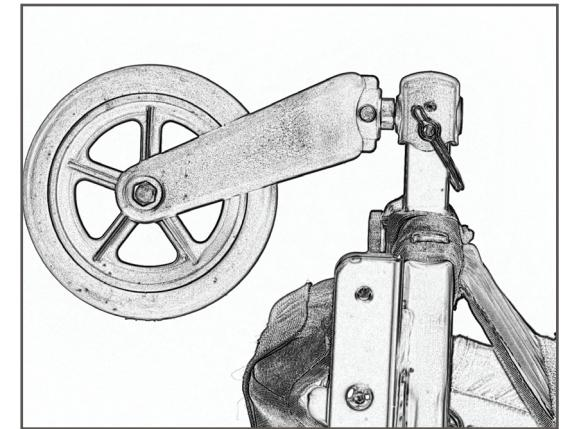

図33
- スイベル・ホイールの車軸をブラケットに挿入してからQuick-Release ピンをブラケットの穴に入れ、Quick-Release ピンを閉じてホイールをロックしてください(図33)。